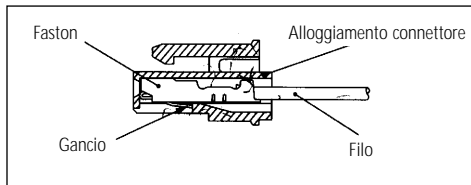
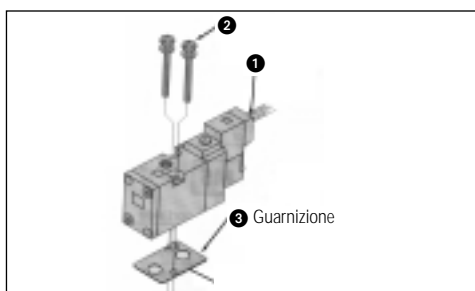

Fig. 6
Fig. 10
Scollegamento del connettore elettrico (Fig. 6)
Rimozione di una valvola da una base (Fig. 10)
1. Staccare il connettore elettrico 1 (Fig. 10) (Vedi anche la Fig. 6).
2. Rimuovere le viti di fissaggio 2 della valvola e conservarle (Fig. 10).
4. Conservare la guarnizione 3 (Fig. 10).
1. Riapplicare la guarnizione 3 (Fig. 10) assicurando che l'orientamento sia esatto.
3. Riapplicare le viti di fissaggio 2 (Fig. 10).
1. Rimuovere la valvola, come indicato sopra (Fig. 10).